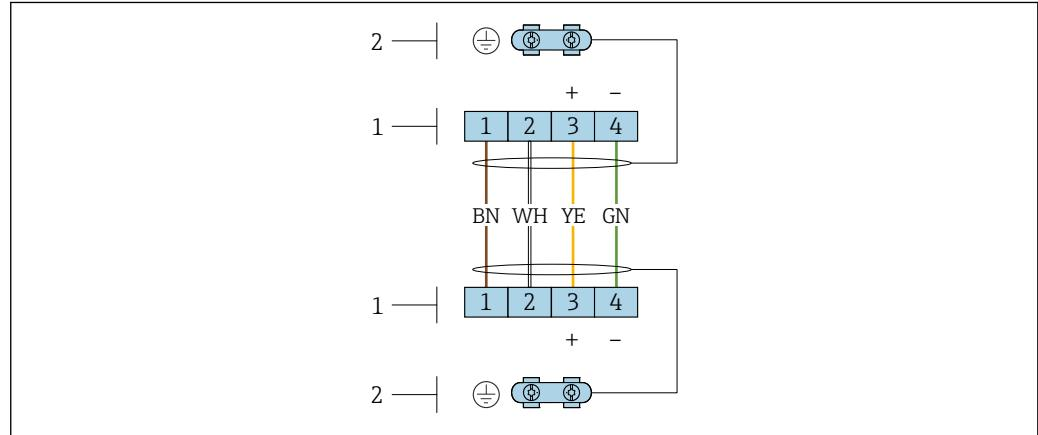

図 2 センサ接続ハウジングおよび変換器壁ホルダーの端子部の端子
5. 接続ケーブルを配線します→ 図 2, 参照 31→ 図 3, 参照 31。